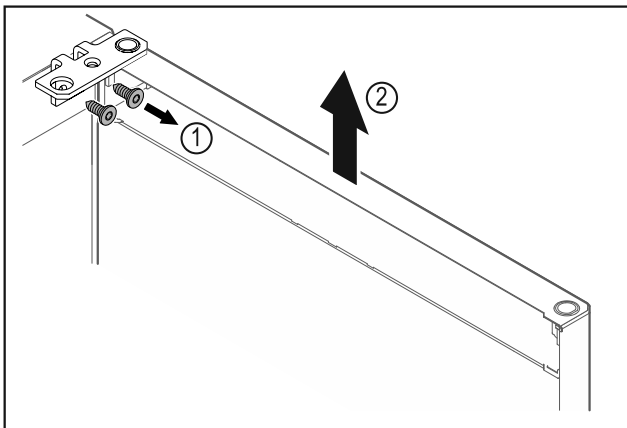

Fig. 13
- Odšroubujte úhelník závěsu Fig. 13 (1).
- Zvedněte dvířka včetně úhelníku závěsu Fig. 13 (2) přibližně 200 mm rovně směrem nahoru a vyjměte je.